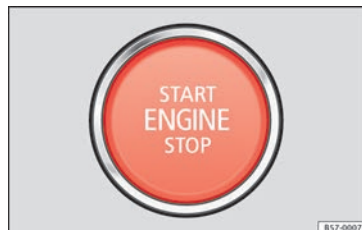

Bild 187 På den nedre delen av mittkonso-len: startknapp
3.	Tryck kort en gång på startknappen »» bild 187 utan att trycka ner gaspedalen. För att motorn ska starta måste det finnas en giltig nyckel i bilen. Efter att motorn har startats börjar (START ENGINE STOP)-knappen lysa med fast sken för att indikera att motorn har startat.
5.	Tryck kort på startknappen »» bild 187. (START ENGINE STOP)-knappen blinkar igen. Om motorn inte stängs av, utför en nödränköppling »» sidan 169.